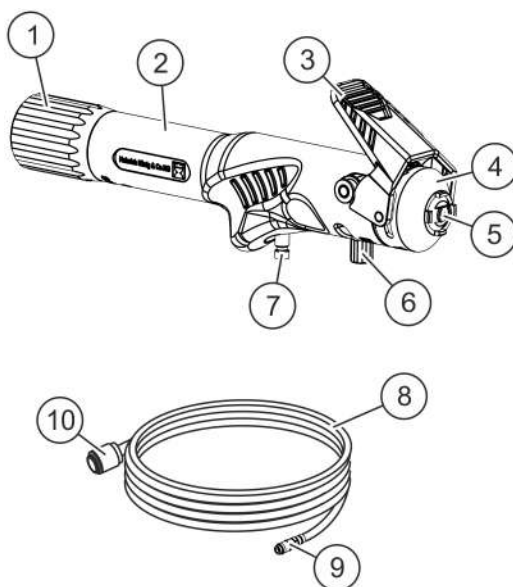

Abb. 1: Übersicht
1.  Verschlusskappe (Abb. 1/1) gegen den Uhrzeigersinn von Gehäuse abschrauben.